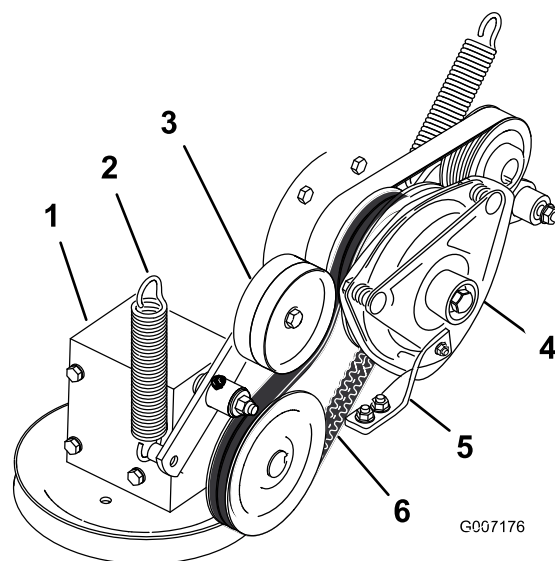

Figure 68
4. Décrochez le ressort du bras de la poulie de tension (Figure 68).
7. Montez la nouvelle courroie d'entraînement de PDF autour de la poulie d'embrayage et de la poulie du boîtier d'engrenages (Figure 68).
9. Raccrochez le ressort au bras de la poulie de tension (Figure 68).